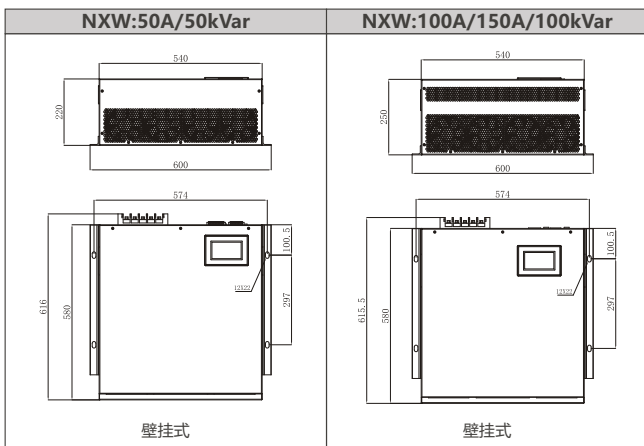

图6-7参数设置-运行设置
① 屏幕开关机: 用户可以通过点击屏幕上的“开机”或“关机”按钮, 实现装置的启停, 该操作需点击“复位”按钮后方可操作, 见图6-7;